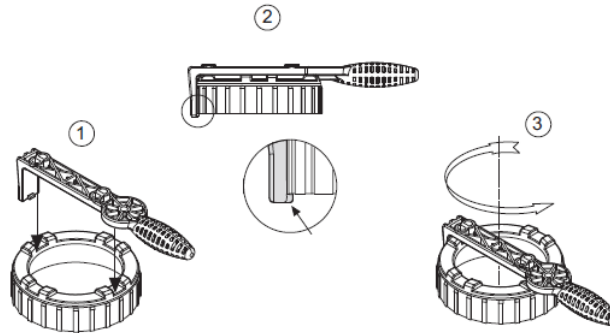

Abb. H-2: Demontage Überwurfmutter mit der Öffnungshilfe
4. Öffnen Sie die Überwurfmutter mit der Öffnungshilfe (siehe Abb. H-2) und nehmen Sie diese zusammen mit dem Deckel ab.